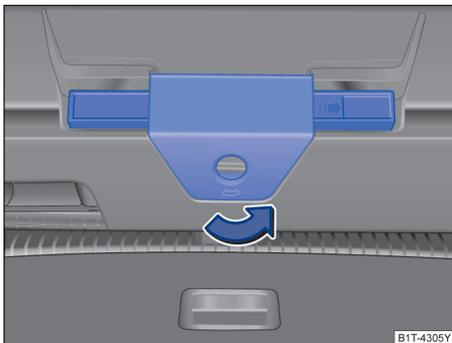

图 68 在行李厢盖中：开启三角警告牌的固定装置
- 将三角警告牌托架盖向逆时针方向旋转 90° → 图 68（箭头）。